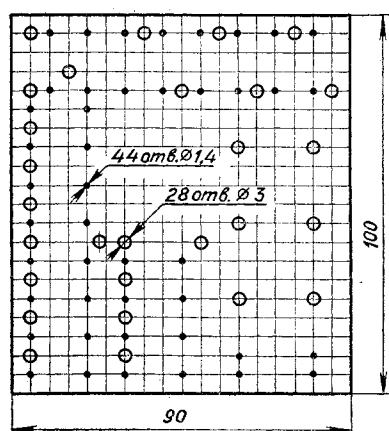

Рис. 5
листового гетинакса толщиной 2,5—3 мм. Разметка платы показана на рис. 5. Монтажными стойками (17) служат отрезки медной луженой проволоки диаметром 1,5 мм, запрессованные в отверстия в плате. Чтобы стойки держались прочно, отверстия под них должны быть на 0,05—0,1 мм меньше.